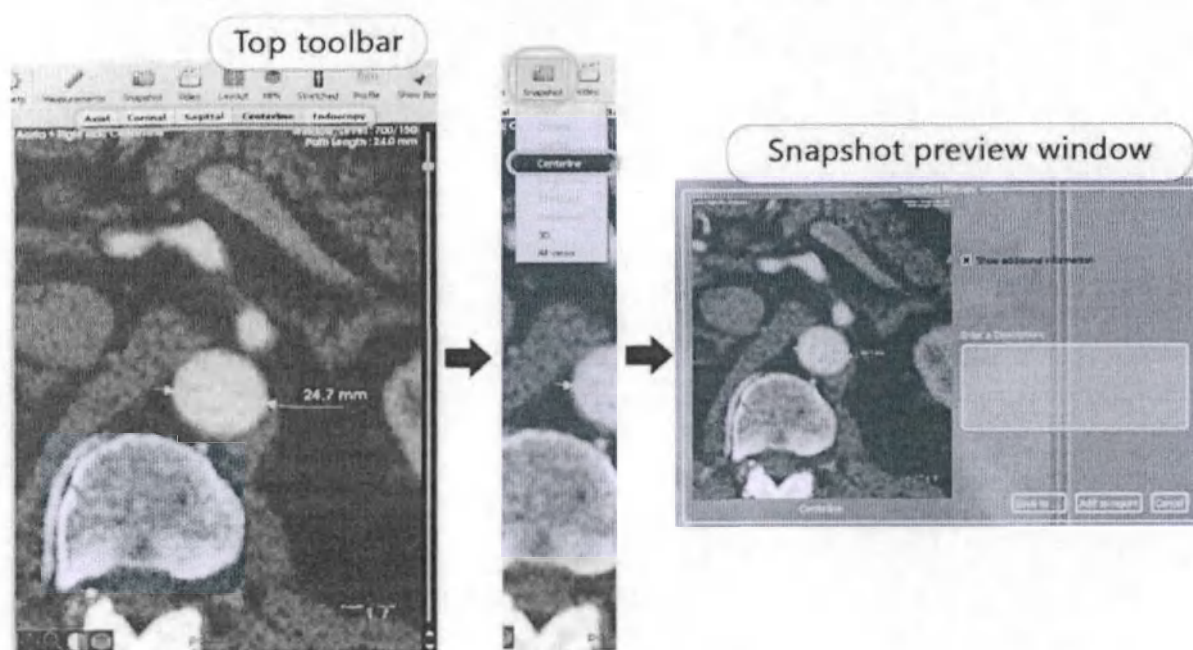

Рисунок 20: Захват снимка экрана
1. Выберите вид, снимок которого Вы хотите сохранить, нажав на соответствующую кнопку над просмотрщиком 2D (Рисунок 20). (Примечание: Вам не нужно выбирать вид, если на следующем шаге Вы выберете «Все виды» (All views))